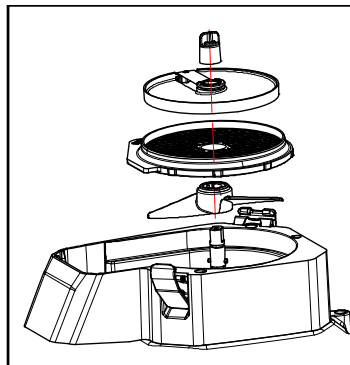

Abb. 14
1. Wenn Sie die Würfelfunktion verwenden, setzen Sie den Auswerfer und die Scheibe auf die Abtriebswelle, wie in Abbildung 14 gezeigt. Wenn die Mitte der Scheibe den Stift blockiert, drücken Sie sie ganz nach unten und drehen sie im Uhrzeigersinn, dann installieren Sie die Stopfbuchse.